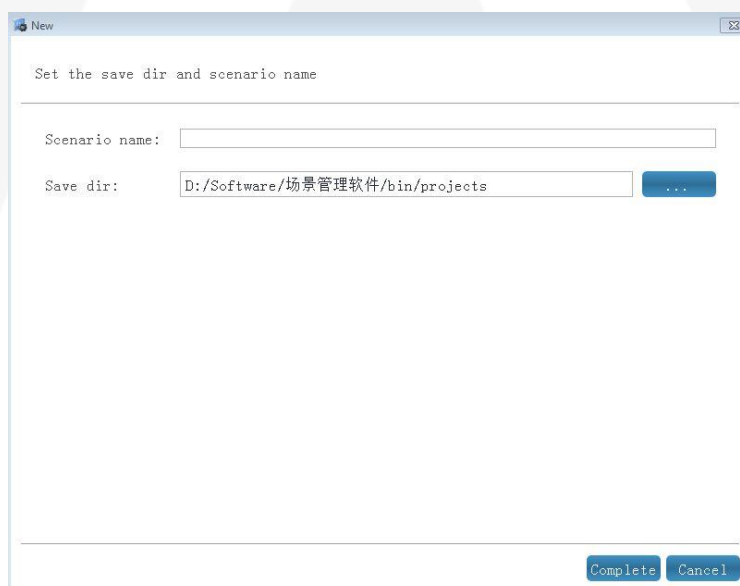

Рисунок 3-8 – Окно создания нового сценария
1. Новый сценарий: создание нового набора параметров сценария имитации и его сохранение по указанному ниже пути в рабочем каталоге (Рисунок 3-8).